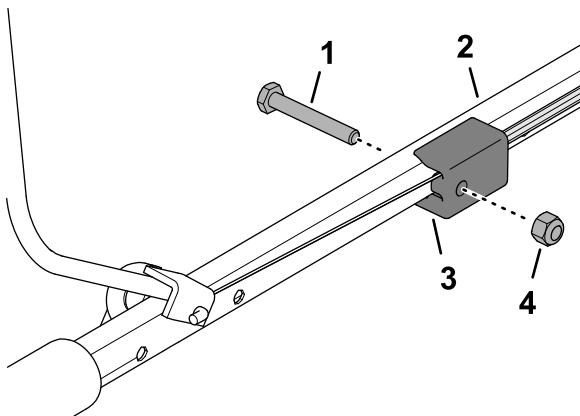

Figure 13
4. Insérez l'extrémité de la barre de présence de l'utilisateur dans le guidon, serrez légèrement un des côtés de la barre et insérez la barre dans le guidon (Figure 13).